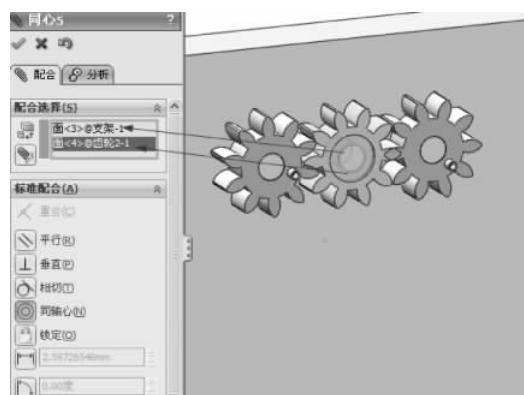

图 3-84 添加同轴心配合
(7) 添加同轴心配合,在中间齿轮和中间轴之间添加同轴心配合,如图 3-84 所示。